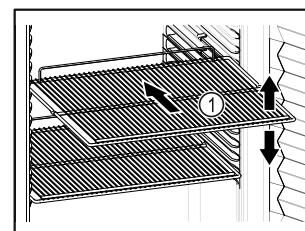

Fig. 55
- Ako su rešetke za polaganje Fig. 55 (1) pomicne, prilagodite ih po visini.